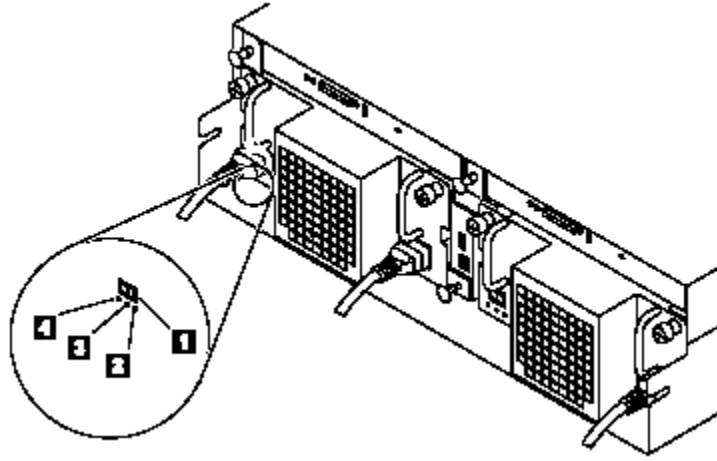

图 3-6 检查电源工作状态
2. 将电源线①插入SureSCSI 160磁盘阵列电源的输入接口中，SureSCSI 160的冗余电源需要两根电源线；
3. 参照图3-6；